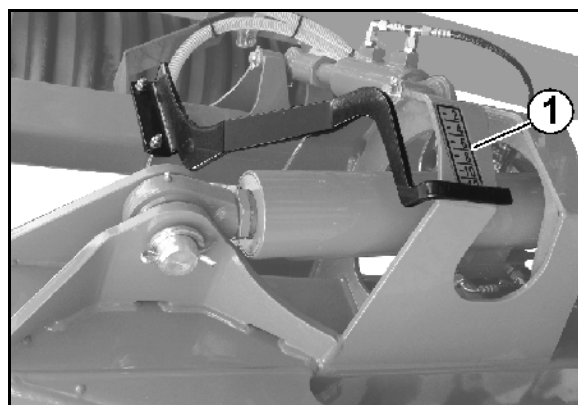

Fig. 36
- Die Arbeitstiefe wird hydraulisch mit Hilfe der Skala (Fig. 36/1) eingestellt.